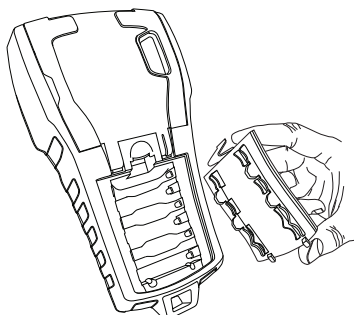

Figure 2
1. Retirez le couvercle du compartiment à piles. Voir Figure 2.